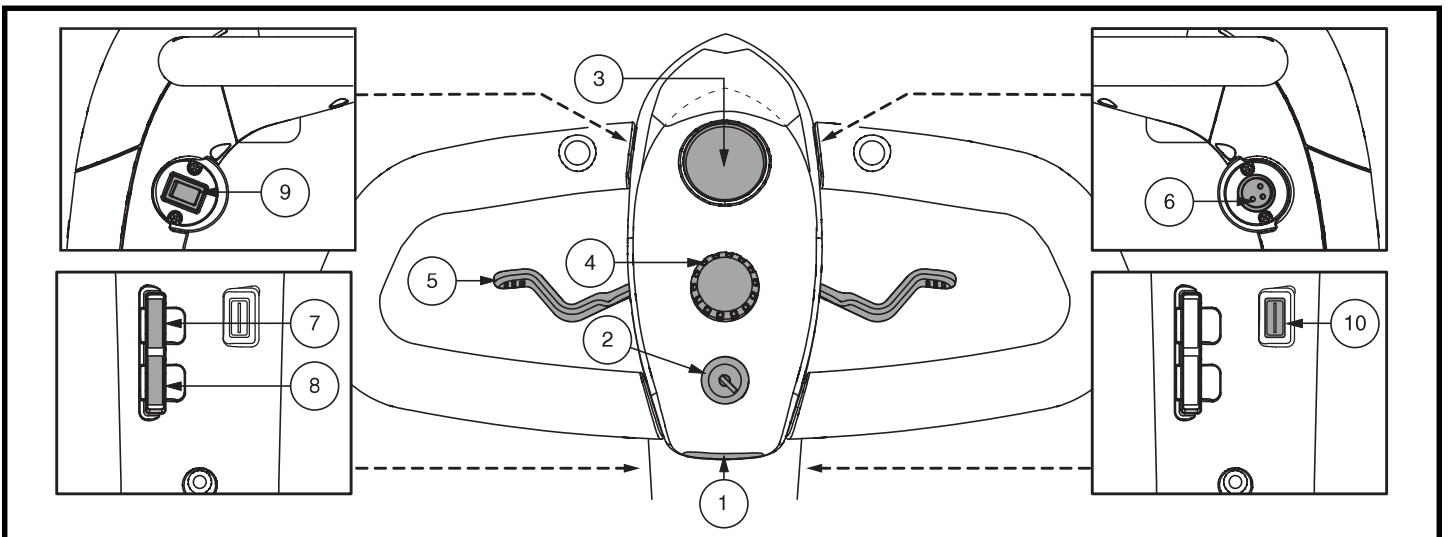

Figure 5. Tableau de bord E (Modèle Jazzy ZTS)
*Le réceptacle du cordon d'alimentation du chargeur (port de barre) fonctionne également comme un port de programmation dans les consoles de trame E et F (voir les figures 5 et 6).